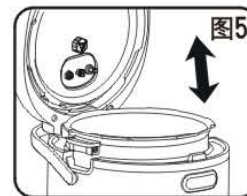

图5
- 7、烹饪过程中，限压放气阀会出现自动排气现象，请勿接触或靠近放气阀，以免烫伤。（图5）
放入前请保持内胆和发热盘的清洁及干燥，放入内胆时保证发热盘与内胆接触良好，上下浮动自如。（见图5）